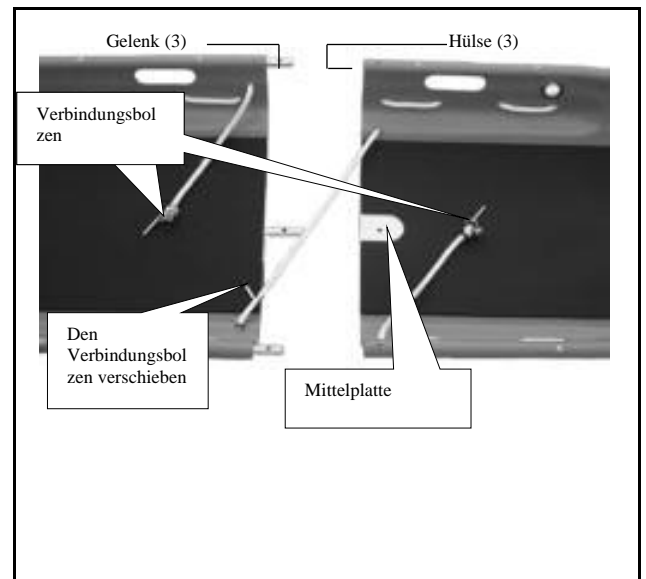

Abbildung 2 - Verbindung der Hälften der Tragbahre
1. Schieben Sie die drei Gelenke des für den Kopf bestimmten Teils der Tragbahre in die entsprechenden Hülsen des für die Füße bestimmten Teils der Trage (Abbildung 2).